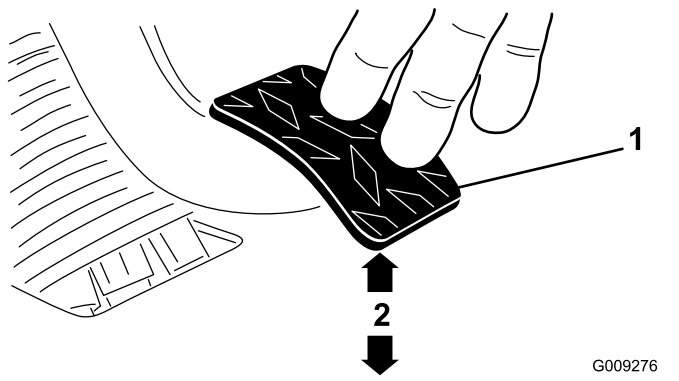

图60
- 3. 调节锁紧螺母或球窝接头直至当向踏板施加 1.8kg 的力时离合器踏板后边缘到菱形花纹底板顶部的距离达到 9.29.8cm 的空隙图60。